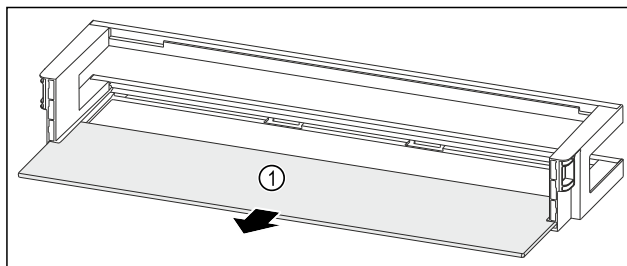

Fig. 229 Balconnet de contre-porte avec tablette de rangement
- ▶ Retirer la tablette de rangement Fig. 229 (1).